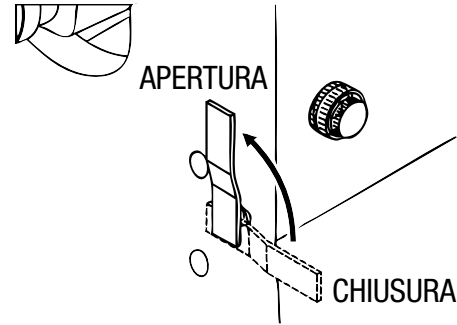

Figura 44. Valvola di apertura/chiusura del sistema idrico
4. Aprire **la valvola del sistema idrico** sul lato sinistro della console, spostando la leva sulla posizione **ON** (APERTURA) (figura 44) e assicurarsi che l'acqua fluisca allo stesso modo in entrambi i lati della lama diamantata.